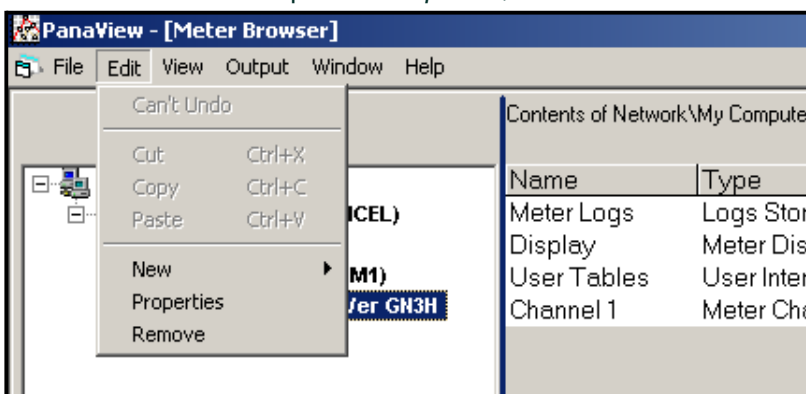

Figura 26: Opzione Proprietà nel menù Modifica
2. Aprire il menù *Modifica* e selezionare l'opzione *Proprietà*, come illustrato nella Figura 26.